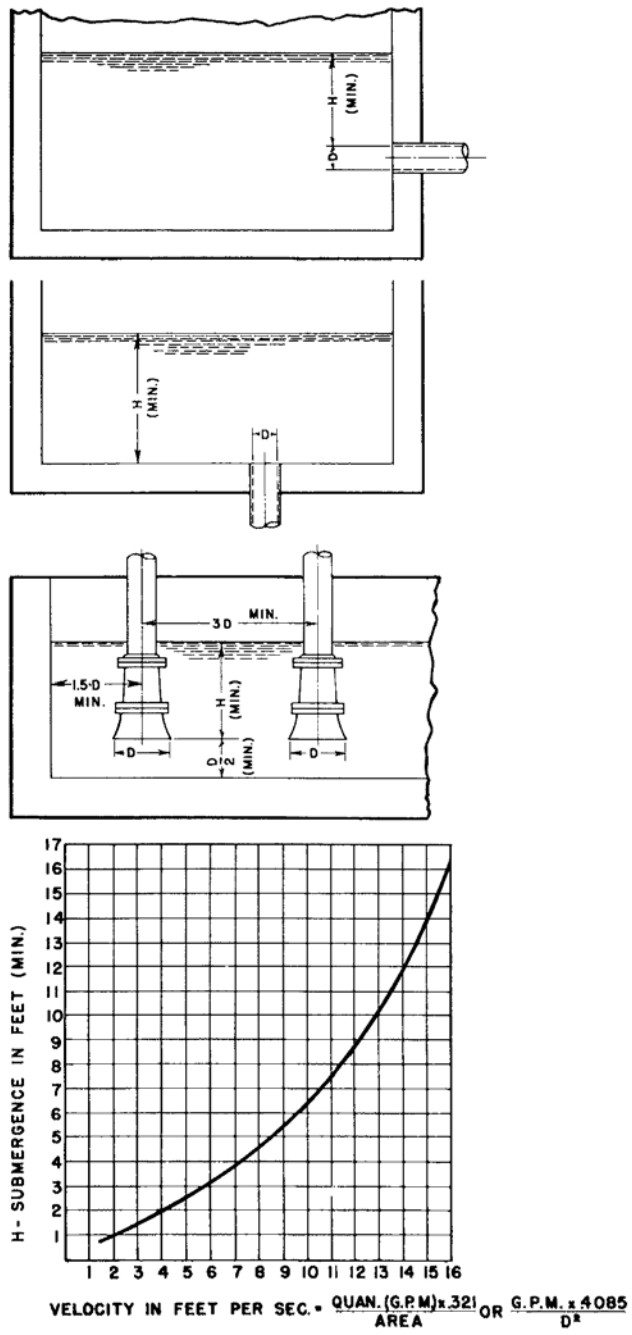

Рис. 7:
- c) Всасывающая труба всегда должна быть погружена в источник питания, как показано в Рис. 7: on page 16.
- д) Всасывающая труба должна находиться ниже поверхности жидкости у источника питания, как показано в Рис. 7: on page 16.